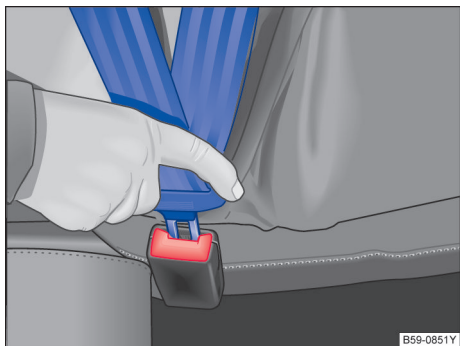

图 31 安全带锁扣和插口
- 将锁舌插入所属座椅的安全锁扣内，下压，直至听到啮合声→ 图 31。安全带锁舌被锁扣锁止。